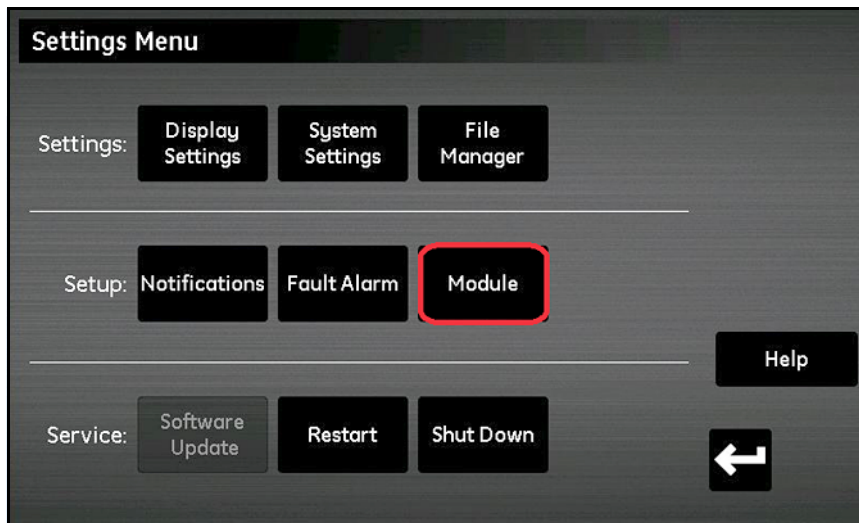

Figura 94: Aggiornamento modulo
- Nella sezione **Configurazione**, toccare il pulsante **Modulo** (Figura 94).